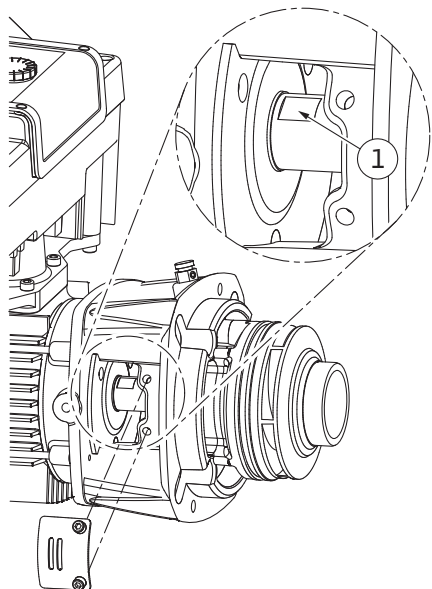

Fig. 110: Méplats sur l'arbre
14. Engager une clé plate (de 22 mm) dans le regard de la lanterne et maintenir l'arbre au niveau des méplats (Fig. 110, pos. 1). Dévisser l'écrou de blocage de roue (Fig. I, pos. 22). La roue (Fig. I, pos. 21) sort automatiquement de l'arbre.
3. Engager une clé plate (de 22 mm) dans le regard de la lanterne et maintenir l'arbre au niveau des méplats (Fig. 110, pos. 1).
10. Engager une clé plate (de 32 mm) dans le regard de la lanterne (Fig. IV, pos. 38) et maintenir l'arbre au niveau des méplats (Fig. 110, pos. 1). Monter la roue avec rondelle(s) et écrou. Serrer l'écrou. Éviter toute détérioration de la garniture mécanique par blocage.
11. Nettoyer la rainure de la lanterne et poser un joint torique neuf (Fig. III, pos. 19).